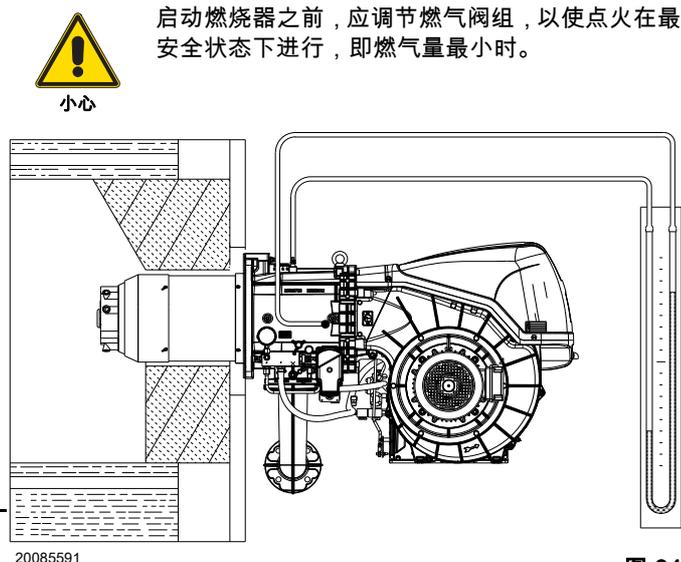

图 34
- 安装一个 U 型压力计或压力表 ( 图 34 ), 插座的 (+) 端为管路接口的燃气压力, (-) 端在炉腔内。
燃气到达燃烧头处时会显示在 U 型压力计 ( 图 34 ) 上。
参考数值一般可在 第 27 页表 M 中查到；在 U 型压力表上读出燃气压力 ( 见 第 33 页图 34 ) 并按提示进行操作。